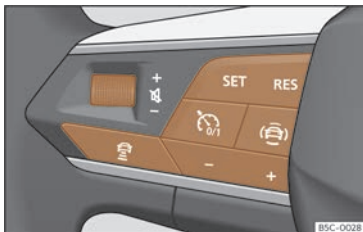

Fig. 137 Sur le volant multifonction : bouton de commande de l'ACC.
- Appuyez sur la touche  du volant multifonction >>> **fig. 137**.
- Pour commencer le réglage, appuyez sur la touche **SET** >>> **fig. 137**.
Pour programmer la vitesse, appuyez sur les boutons + ou - >>> **fig. 137** jusqu'à la vitesse souhaitée. Le réglage de la vitesse s'effectue par intervalles de 10 km/h (5 mph).
- Appuyez sur la touche  puis sur la touche + ou - >>> **fig. 137**.
- Appuyez brièvement sur la touche  >>> **fig. 137** ou sur la pédale de frein.